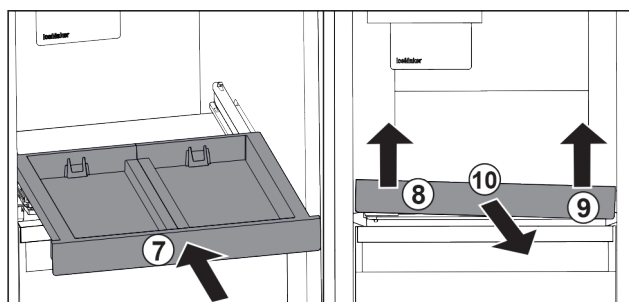

Fig. 106
- Uitschuifpateau erin schuiven. Fig. 106 (7)
- Uitschuifpateau linksvoor optillen. Fig. 106 (8)
- Uitschuifpateau rechtsvoor optillen. Fig. 106 (9)
- Uitschuifpateau er naar voren uitnemen. Fig. 106 (10)